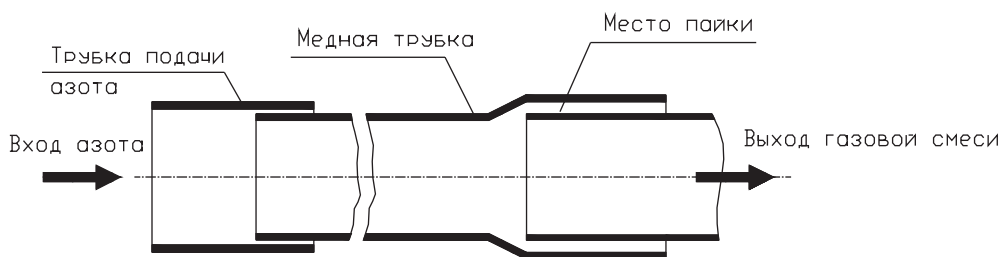

Рис. 11.1 — Подача азота к месту пайки
• При непрерывной подачи азота необходимо обеспечить отверстие для выхода газовой смеси (рис. 11.1).